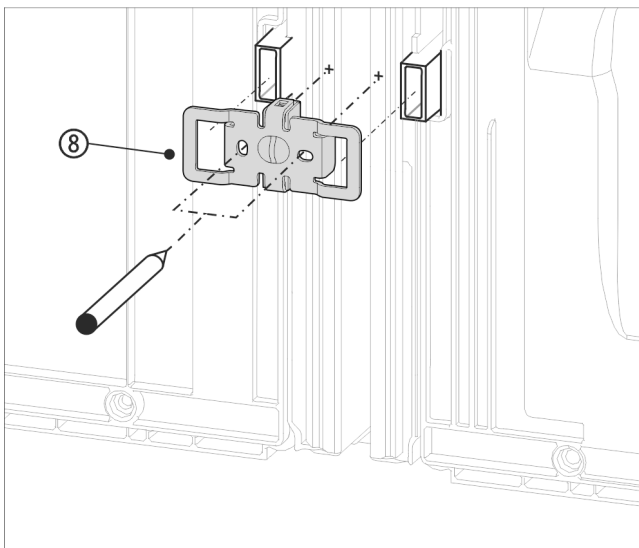

Fig. 17 Piemēra attēlojums
- Bīdiet leņķi Fig. 17 (8) ar padziļinājumiem pāri sienas spraišļu stiprinājumam.